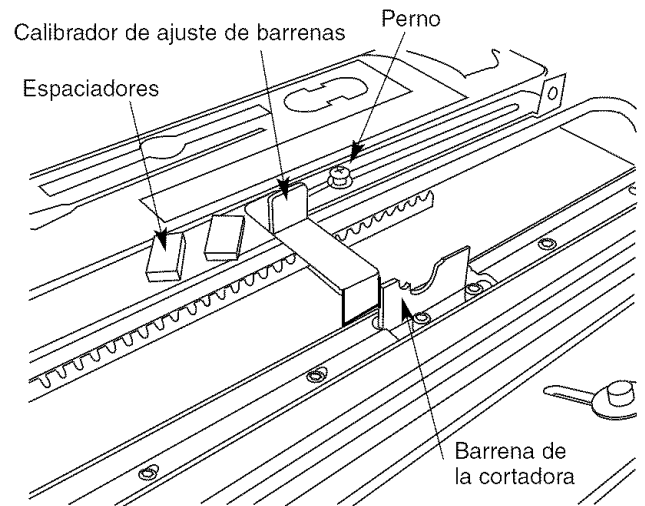

Figura 16 – Usando el Calibrador de Ajuste de Barrenas para Instalar las Barrenas de la Cortadora
El calibrador de ajuste de barrenas (véase la Figura 16) se usa cuando se montan barrenas de moldeado de tres piezas en el portacuchilla de la cepilladora/molduradora. El calibrador alinea las barrenas en el portacuchilla de manera que las tres barrenas corten la pieza de trabajo en la misma posición, brindando cortes precisos y un mayor acabado de la superficie.
- Con el perno de cabeza hueca de 5 mm (Clave No. 9) empleado para montar la cubierta de la cuchilla, monte el calibrador de ajuste de barrenas en la parte superior de la cepilladora/molduradora tal como se muestra en la Figura 16.